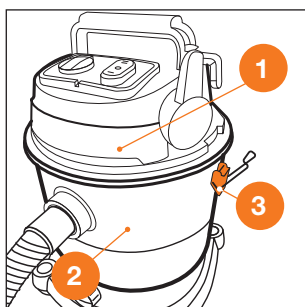

Рис. 12
6. Соедините крышку **1** и бак **2** с помощью фиксатора **3** (Рис. 12).